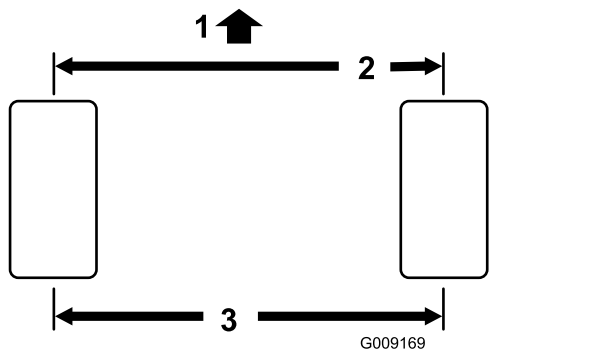

図 58
2. 後輪の前と後ろで、左右のタイヤの中央線間距離を測るアクスルの高さ位置で計測 図 58。